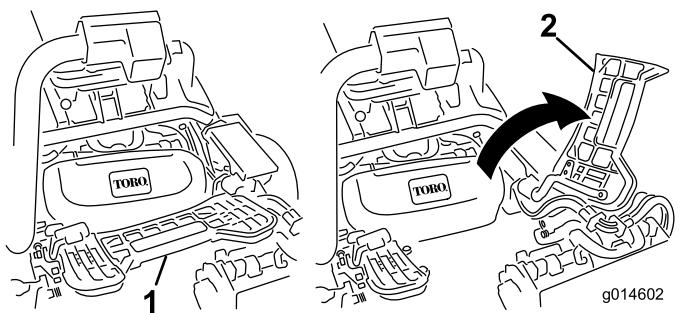

図 30
2. フットレストを跳ね上げて開き、中央カッティングユニット取り付け位置へのアクセスを確保する図 30。